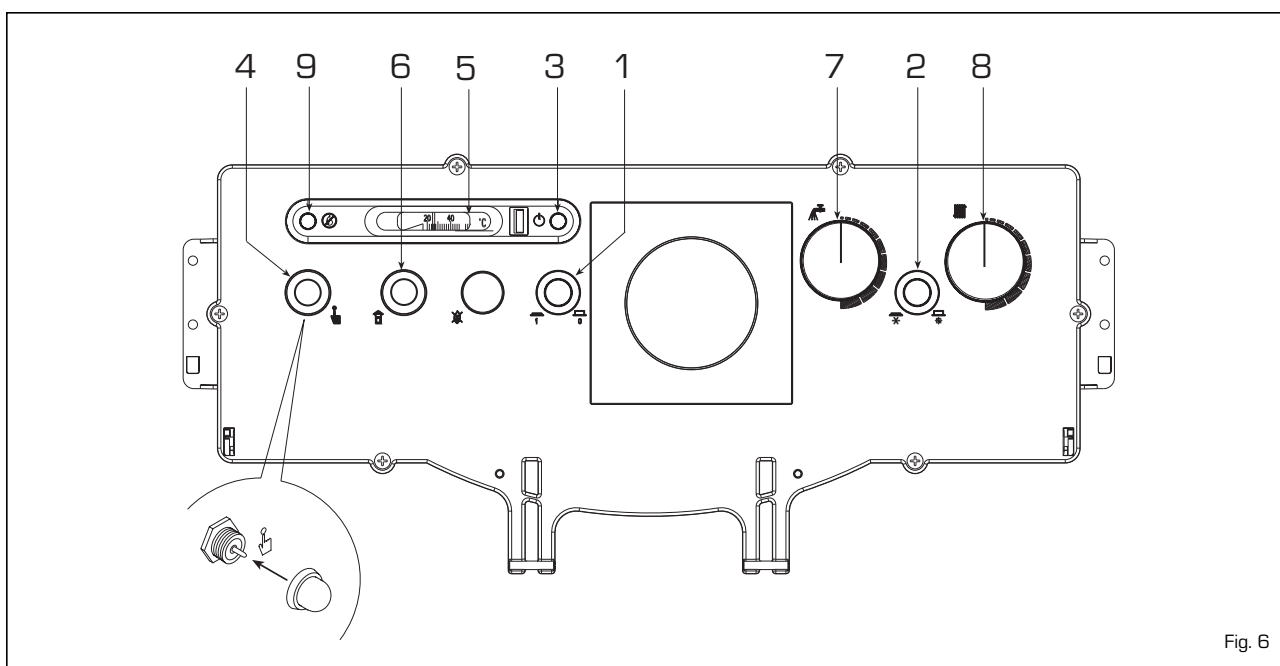

Fig. 6
3.2.1 Accensione caldaia (fig. 6)
3.2.2 Termostato sicurezza (fig. 6)
3.2.3 Riempimento impianto (fig. 6)
3.2.4 Spegnimento caldaia (fig. 6)